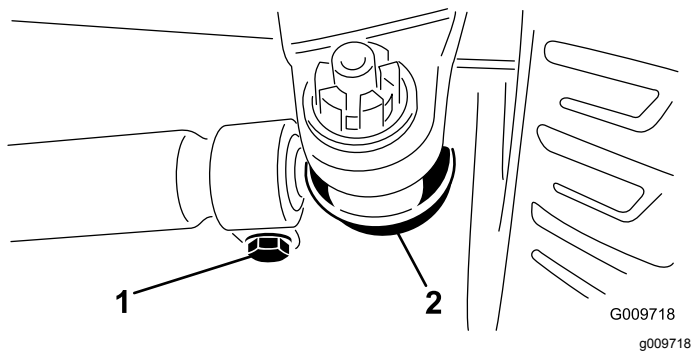

Figure 89
2. Pour le régler, retirez la goupille fendue et l'écrou de l'une des rotules de biellette (**Figure 89**). Déposez la rotule de biellette du support du corps d'essieu.
3. Desserrez les fixations aux deux extrémités des biellettes (Figure 89).